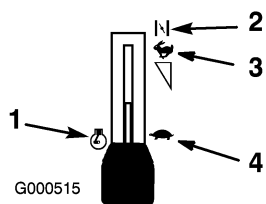

Bild 9
6. Schieben Sie den Gasbedienungshebel, sobald der Motor angesprungen ist, auf „Schnell“ (Bild 9). Stellen Sie, wenn der Motor aussetzt oder unregelmäßig läuft, den Gasbedienungshebel für ein paar Sekunden wieder zurück auf „Choke“. Schieben Sie dann den Gasbedienungshebel in die gewünschte Stellung. Wiederholen Sie diesen Vorgang nach Bedarf.
1. Stellen Sie dann den Gasbedienungshebel auf „Langsam“ (Bild 9).